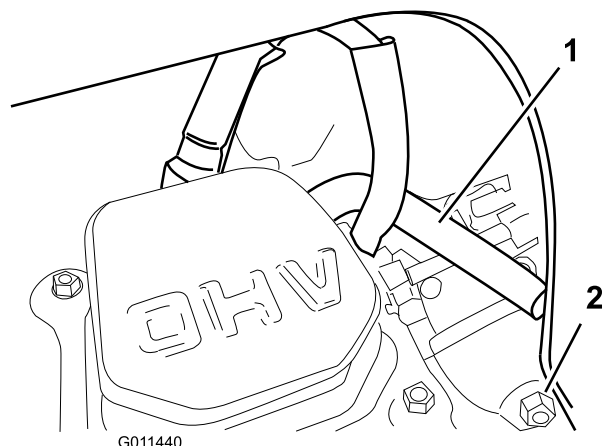

Figura 36
Notă: Asigurați-vă că tubul de aerisire este deasupra cablului bujiei, conform indicațiilor din Figura 36.
6. Goliți combustibilul din carburator prin șurubul de golire al carburatorului (Figura 36) într-un recipient de benzină aprobat.